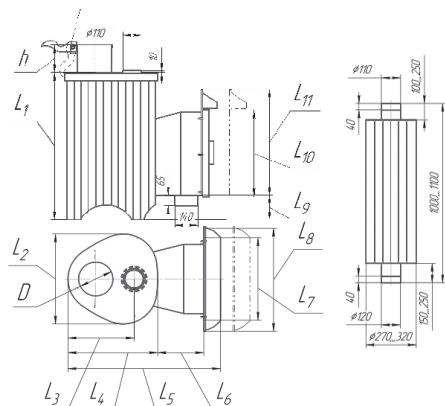

Рисунок 4.1. Общий вид печи, с нанесенными основными размерами
4.1. На рис. 4.1 показан общий вид печи с обозначенными основными размерами.